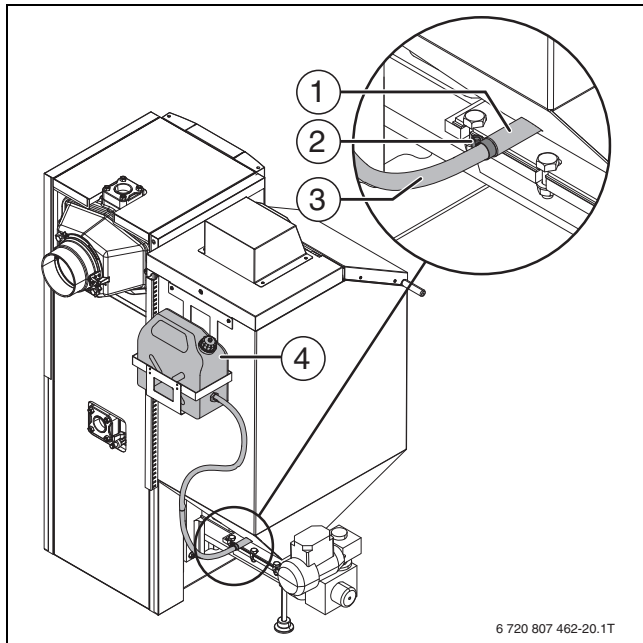

Рис. 28 Система пожаротушения (вид сзади)
- ▶ Закрепите шланг хомутом на термopредохранителе (→ рис. 28, [1]).